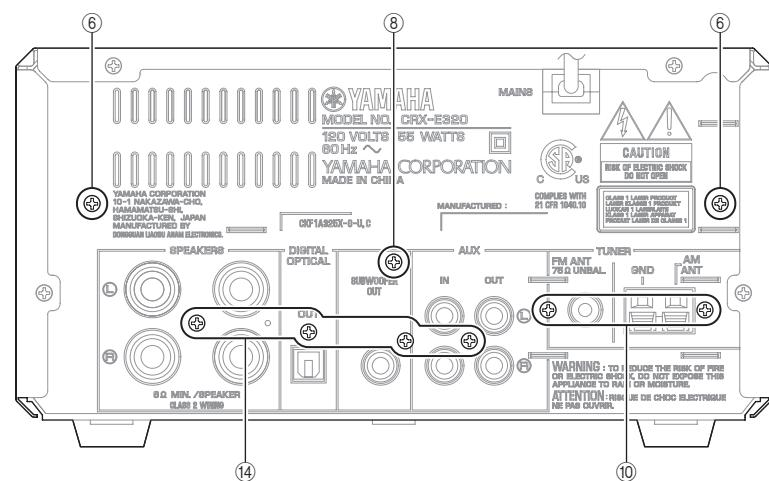

Fig. 4
- Remove 2 screws (⑥). (Fig. 4)
- Remove screw (⑧). (Fig. 4)
- Remove 2 screws (⑩). (Fig. 4)
- Remove 4 screws (⑭). (Fig. 4)
- ⑥のネジ2本を外します。 (Fig. 4)
- ⑧のネジ1本を外します。 (Fig. 4)
- ⑩のネジ2本を外します。 (Fig. 4)
- ⑭のネジ4本を外します。 (Fig. 4)